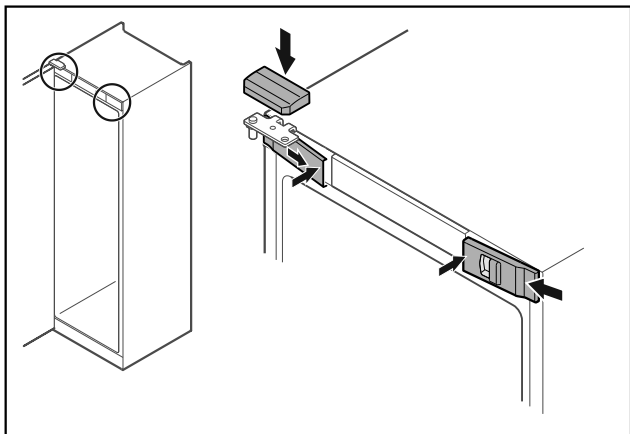

Fig. 50
- ▶ Зацепите сбоку и защелкните передние крышки Fig. 50 (1) с внутренней стороны.
- ▶ Защелкните верхнюю крышку Fig. 50 (2) сверху.